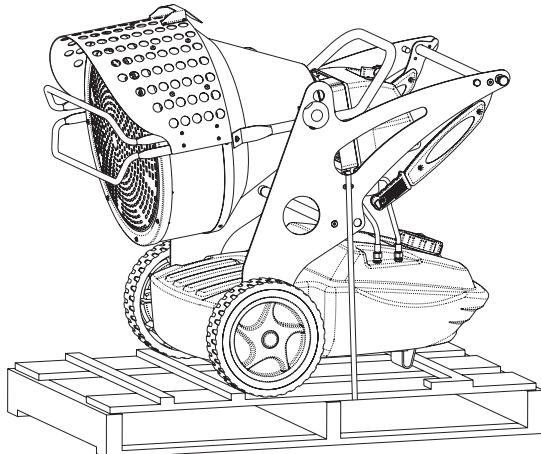

Abbildung 2 - XL9 auf derpalette.
• der Generator entsprechend an der Palette befestigt werden (Abb. 2):